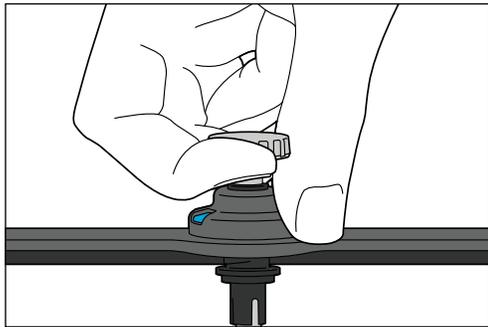

図26
1. 前部マスクを取り外すには、ピンを引き上げながらドームに逆圧をかけます。6本の各ピンにこの操作を繰り返します。「カチッ」と音がしたら、前部マスクを取り外せます。(図26)